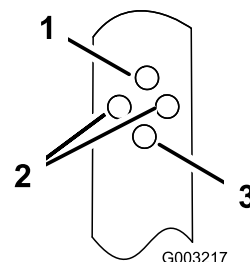

Figura 18
2. Introduzca el perno a través de uno de los taladros de cada uno de los soportes del manillar para ajustar el manillar a la posición deseada (Figura 18).